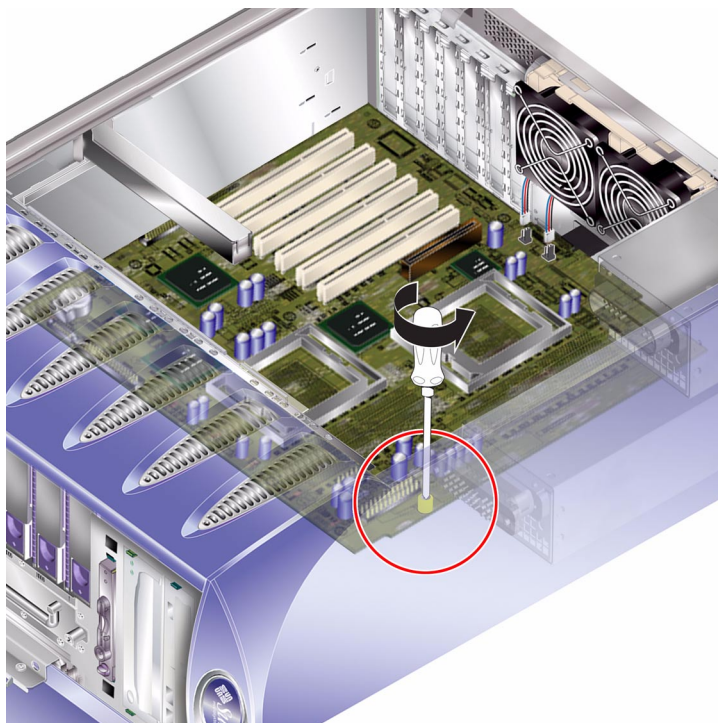

図 1-22 システムボードの留めねじの位置
11. システムボードの留めねじを緩めます。詳細は、図 1-22 を参照してください。